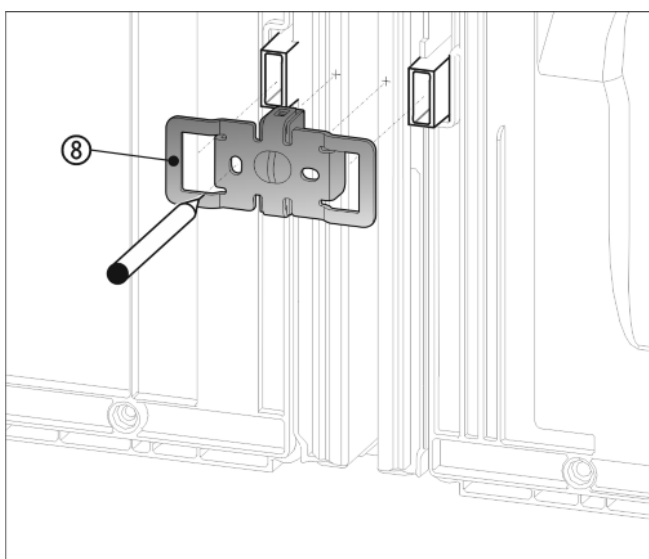

Fig. 10
- ▶ Kotnik Fig. 10 (8) z odprtinami potisnite preko nosilca za stenske distančnike